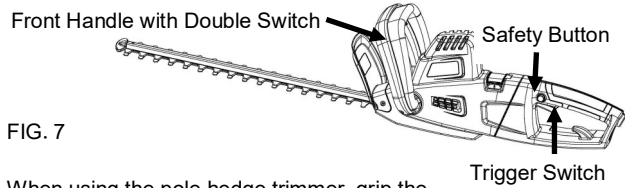

FIG. 7
**STARTING THE POLE HEDGE TRIMMER/ HEDGE TRIMMER (Fig. 7)**